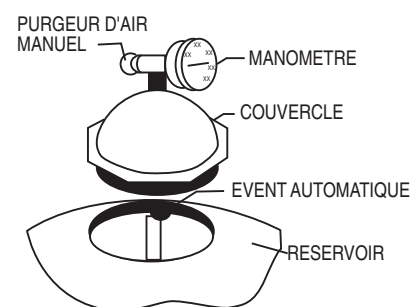

Figure 1.
- Faites pivoter le diffuseur pour le décentrer dans le réservoir des TR40, 50, 60, TR60 ClearPro, 100 & 140 en le tournant dans le sens inverse des aiguilles d'une montre. (**REMARQUE:** Le multidiffuseur ne doit pas être déplacé sur les modèles TR100C, TR100C-3 et TR140C, TR140C-3. Après avoir mis en place le matériau de filtrage comme indiqué plus loin, vérifiez que le haut des diffuseurs est parallèle au lit de sable.) Remplissez à moitié le réservoir d'eau. Versez d'abord le gravier pisiforme (le cas échéant), puis le sable lentement dans le haut du filtre, pour éviter que l'impact créé par le matériau de filtrage endommage les éléments latéraux. Voir les données figurant dans le Tableau B du présent livret pour les quantités correctes de sable et de gravier. Remplacez le filtre jusqu'au niveau permettant de maintenir une hauteur au-dessus du sable constante (voir Tableau B). Faites pivoter le diffuseur pour le ramener dans sa position verticale si vous l'avez déplacé. Veillez à ce que l'évent automatique dépasse dans le haut du couvercle, comme indiqué sur la Figure 1 ci-dessous. Vérifiez que l'évent est centré dans le couvercle. Enlevez tout sable entourant l'ouverture filetée en haut du réservoir.